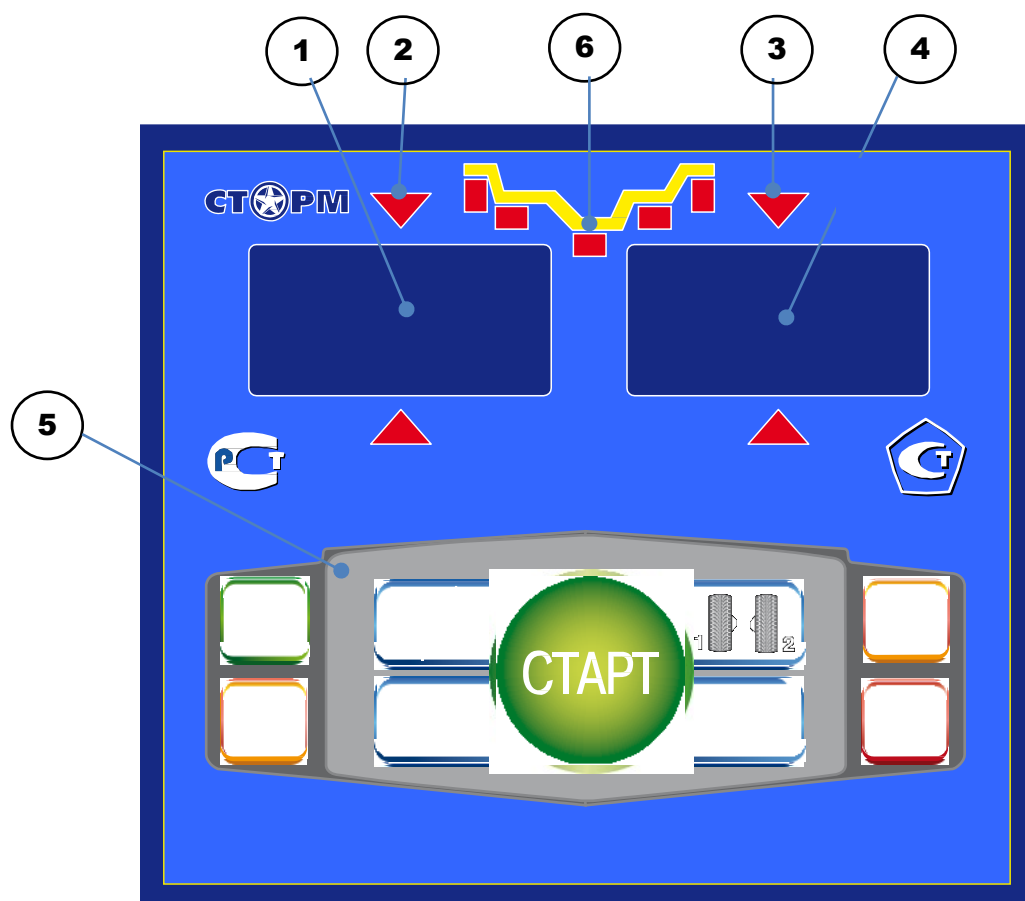

рис.8.1.
8.1. Общий вид лицевой панели показан на рис. 8.1.
При выдвигении штанги на индикаторах 1 (рис. 8.1) отображается значение параметра "А". Значение параметра "d" отображается на индикаторах 4.
Для ввода ширины нажмите кнопку "+" или "-" на индикаторах 1 (рис. 8.1) высветится "-b-", а на индикаторах 4 значение ширины диска. Через 2-3 сек после установки ширины индикаторы в режим отображения текущего дисбаланса.
Дважды нажать кнопку "A, d, b", после чего на индикаторах 1 (рис. 8.1) загорается символ "А", а на индикаторах 4 исходная величина дистанции. Нажимая кнопки "-" и "+" установить на индикаторах 4 требуемую величину дистанции. Через 2-3 сек после установки дистанции показания на индикаторах 1 и 4 возвращаются к отображению текущего дисбаланса, а кнопки "-" и "+" возвращаются в режим ввода ширины обода.
11.1. Переключение схем ALU1-ALU5 осуществляется последовательным нажатием кнопки "ALU" при этом схема установки грузов отображается загоранием соответствующих светодиодов 6 (рис.8.1), кроме того, на индикаторах 1 отображаются символы ALU, а на индикаторах 4 номер 1-5. Через 2-3 сек. после установки требуемой программы ALU индикаторы 1-4 переходят в режим отображения дисбаланса.
Эта функция обеспечивается тем, что каждый раз при вводе новых геометрических параметров и установке требуемой программы ALU, предыдущее состояние запоминается. Для перехода от одного набора параметров к другому необходимо нажать кнопку "1-2". Визуальный контроль того, какие параметры установлены в данный момент, осуществляется нажатием "A, d, b" на индикаторах 4 (рис.8.1) будут последовательно отображены, установленные в данный момент диаметр и ширина обода и дистанция.
14.1. При включении тумблера питания СБ на индикаторах 1 (рис. 8.1) высвечивается трёхзначное число -номер версии программного обеспечения. Через 2-3 сек на индикаторах 1 и 4 должны загореться нули, кроме того должны загореться светодиоды 6, что свидетельствует о включении режима стандартной балансировки с установкой на обеих плоскостях коррекции грузиков на пружинках. На светодиодах 2 и 3 (рис. 8.1) должны загореться оба светодиода.
14.2. При включении СБ программа измерения дисбаланса настраивается таким образом, что дисбаланс менее 8 г (заводская установка) на любой плоскости коррекции не показывается, в этом случае на индикаторах 1 и 4 (рис. 8.1) высвечиваются "0". Минимальный дисбаланс отображающийся на индикаторах 1 и 4 равен 8г. Дисбаланс, превышающий 8г, округляется до величины кратной 5, т. е. дисбаланс 9, 10, 11 и 12 г отображается цифрой 10, дисбаланс 13, 14,15, 16 и 17 г - цифрой 15 и т. д. Для просмотра неокруглённого значения дисбаланса или дисбаланса менее 8г. необходимо нажать кнопку "<", при этом на индикаторах 1 и 4 на 2-3 сек высвечиваются фактические значения дисбаланса, определённые в данном запуске.
14.5.1. Поднимите защитный кожух. Вручную поворачивайте колесо в направлении, которое показывают светодиоды 2 и 3 (рис. 8.1.) до тех пор, пока не загорятся оба светодиода и начнут мигать вместе с значением массы корректирующих грузов.